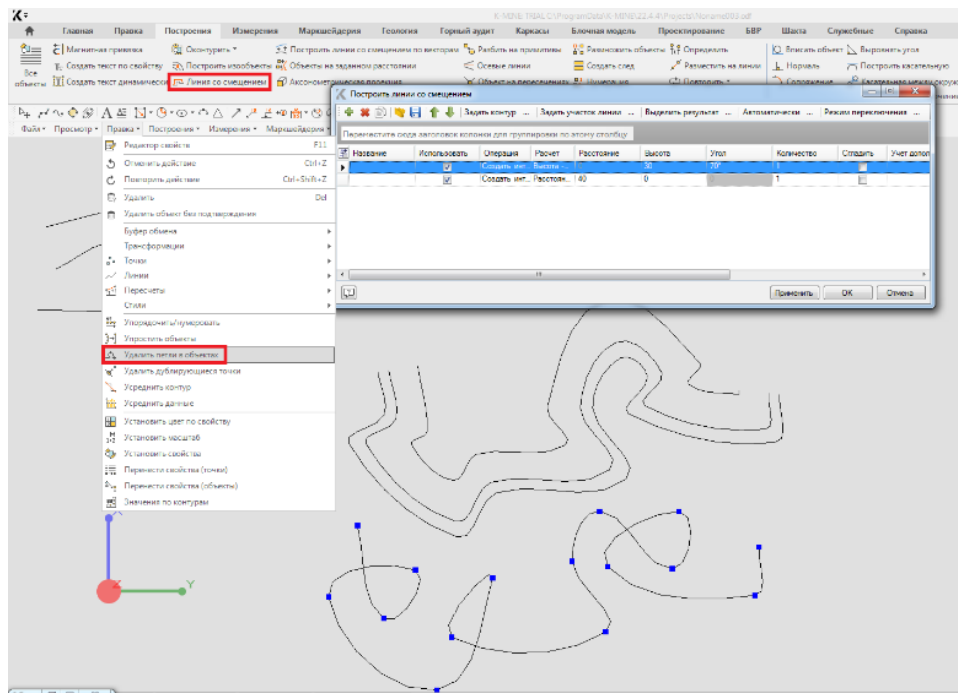

Рисунок 3.1 - Пример выполнения задания 3
3. Намалюйте довільний сплайн з петлями. За допомогою процедури видалите петлі в цьому сплайні. Потім проведіть побудову однієї бровки із зсувом на 30 м всередину, а інший на 40 м назовні (рис.3.1).